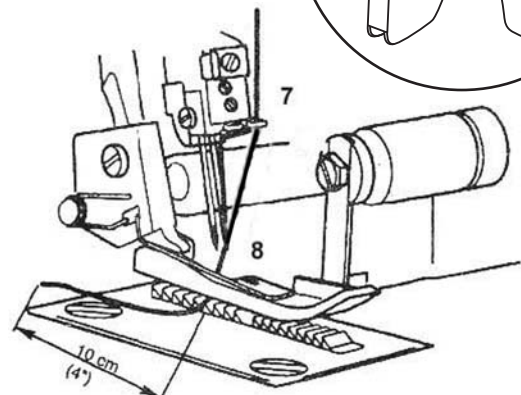

Abb.28
5. Führen Sie den Faden durch die rechte Nadel (8) (Abb. 28).